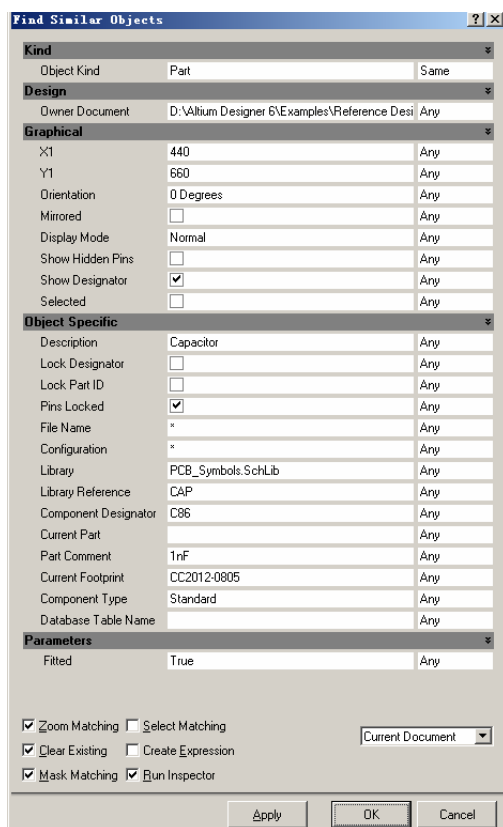

图 3.36 “Find Similar Objects”对话框
(1) 在主菜单中选择“Edit”->“Find Similar Object”命令,或使用快捷键“Shift+F”,然后在原理图中用鼠标单击任意一个容量为 1nF 的电容元件,打开如图 3.36 所示的“Find Similar Objects”对话框。